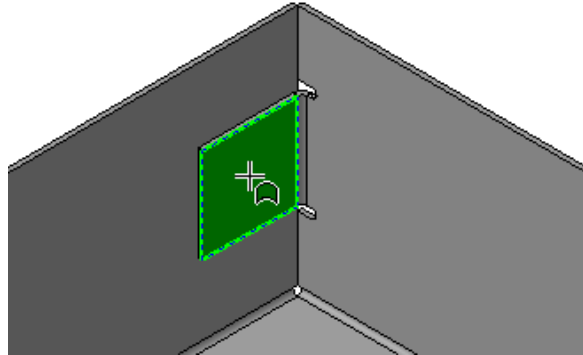

Рисунок 26.
- Увеличьте масштаб изображения, укажите грань и создайте эскиз  (рис. 26).